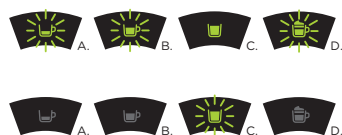

Fig. 18: Programación del botón de extracción de té.
- A continuación deberá pulsar el botón de extracción de té hasta que los indicadores luminosos de los botones de extracción de café espresso, largo y bebida con leche parpadeen. Pulse el botón de extracción de té (ver **Fig. 18**). Los indicadores luminosos de los botones de extracción de café espresso, largo y bebida con leche se apagarán.